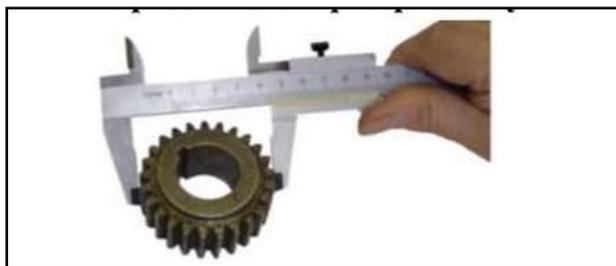

Рис.47 Определение диаметра вершин зубьев колеса
1. Штангенциркулем измерить диаметр вершин зубьев колеса -  $d_a$  (рис. 47);